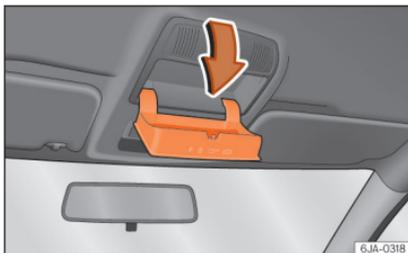

Abb. 156 Detail der Dachverkleidung: Brillenfach
- Drücken Sie auf die Abdeckung des Brillenfachs, das sich daraufhin nach unten öffnet »» **Abb. 156**.